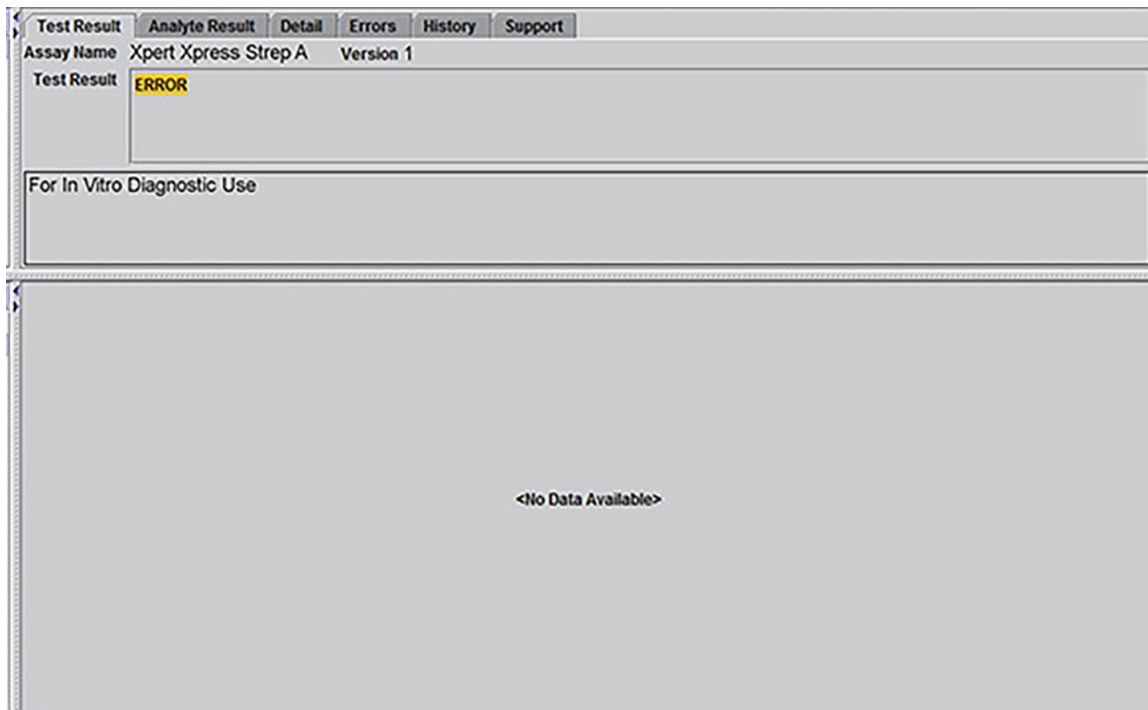

Abbildung 9. Beispiel für das Testergebnis „FEHLER (ERROR)“
FEHLER (ERROR) (Siehe Abbildung 9)	Vorliegen oder Abwesenheit der DNA-Zielsequenz für Strep A ist nicht zu bestimmen. <ul style="list-style-type: none"> <li>• Strep A – KEIN ERGEBNIS (NO RESULT)</li> <li>• SPC – KEIN ERGEBNIS (NO RESULT)</li> <li>• PCC – DEFEKT (FAIL)*; ein oder alle Sondenprüfungsergebnisse waren nicht erfolgreich.</li> </ul> <p>*Wenn die Sondenprüfung bestanden wurde oder KA (NA) anzeigt, wurde der Fehler durch Überschreiten des maximalen Druckgrenzwerts oder den Ausfall einer Systemkomponente verursacht.</p> <p>Wiederholen Sie den Test gemäß den Anweisungen in Abschnitt 16.2. Testwiederholung weiter unten.</p>